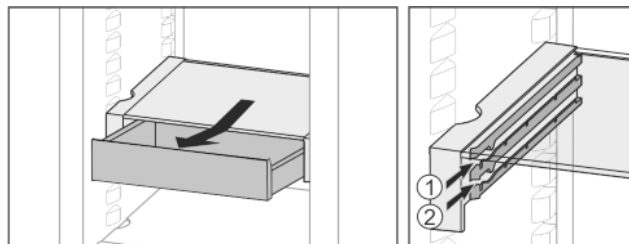

Fig. 23
- Insértelo a la altura deseada Fig. 23 (1) o Fig. 23 (2).